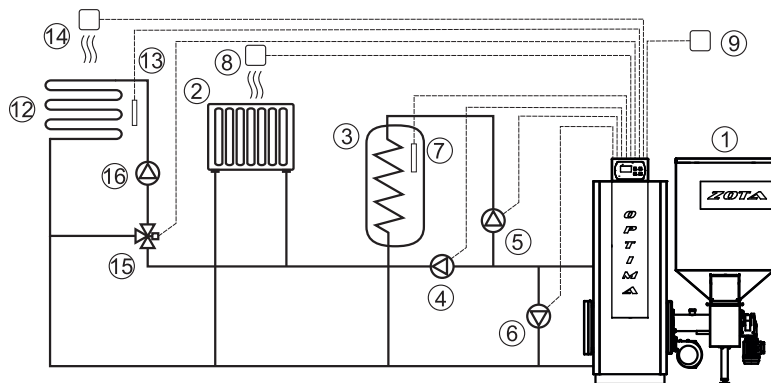
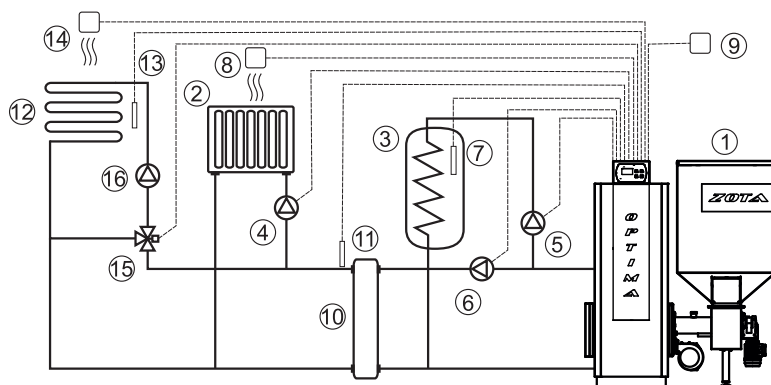

Рис.10 Упрощенная схема подключения котла с узлом рециркуляции
Рис.11 Упрощенная схема подключения котла с гидроразделителем
7.4.1. Упрощенные варианты схем монтажа котла с закрытой системой отопления представлены на рис. 10; рис. 11. Представленные схемы не заменяют проектного чертежа закрытой системы отопления и предназначены только для просмотра!
7.4.5. Во избежание конденсации продуктов сгорания в котле и повышения долговечности котла и дымохода, отопительный котел должен быть оборудован контуром рециркуляции или смесительным устройством, поддерживающим температуру теплоносителя на входе в котел выше 65°C, (точка росы продуктов сгорания) (см. рис. 10, 11). Для монтажа системы рециркуляции на задней стенке котла предусмотрены патрубки (рис. 2 поз. 21 и 22).